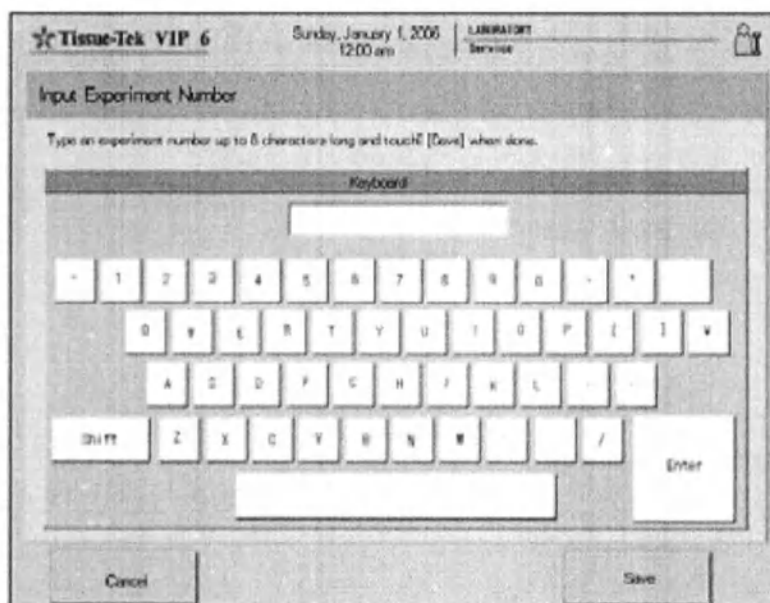

Рис. 112 Установка номера эксперимента
1. Нажмите кнопку «**Input Experiment Number**» (Установить номер эксперимента). Появится соответствующий экран (Рис. 112).